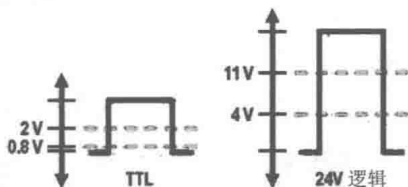

图 16-31 24V 逻辑相比 TTL 具有更好的噪声裕度
(7) 数字量同样存在干扰, 对于工业应用, TTL 具有噪声边界值小的缺点。高逻辑电平和低逻辑电平分别是 2.0V 和 0.8V, 因而误差的空间很小。例如, TTL 输入的低电平噪声边界值是 0.3V (它是最大低电平 TTL 输入值 0.8V 和最大低电平 TTL 输出值 0.5V 之间的差)。任何与数字信号耦合的超过 0.3V 的数字信号都会将电压平移至 0.8V 至 2.0V 之间的未定义区域。这时, 输入的行为是不确定的, 并且会产生不正确的数值。而 24V 逻辑提供了更宽的噪声裕度, 具有更好的综合噪声抑制制度。由于大多数工业传感器、执行器和控制逻辑已经使用 24V 电源进行工作, 故使用对应的数字逻辑电平更为方便。由于低电平输入为 4V, 高电平输入为 11V, 因此数字信号对噪声的干扰更为不敏感, 如图 16-31 所示。